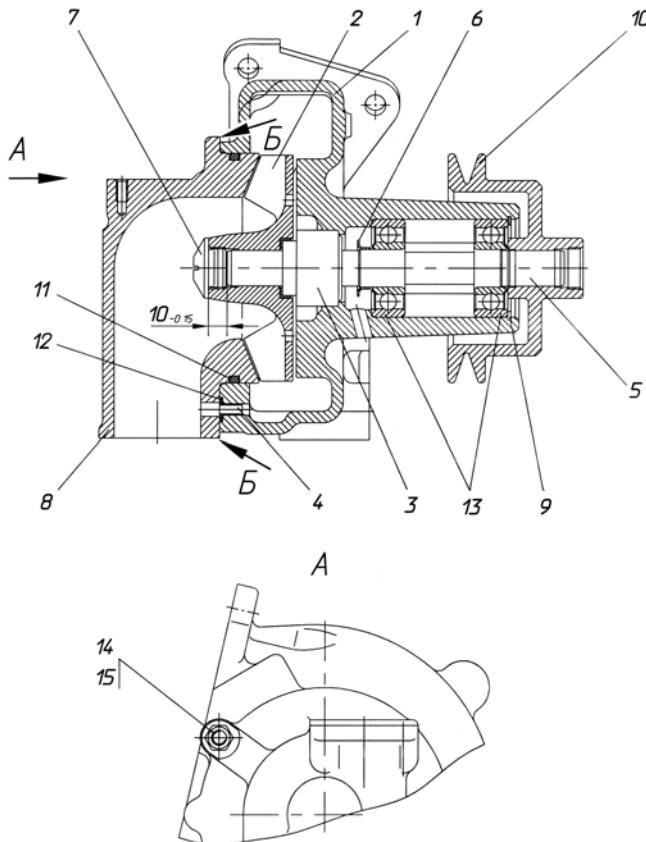

Рис. 13. Водяной насос:
5. Отвернуть гайки 14 (рис. 13) патрубка 8.
13. Выпрессовать из корпуса 1 вал 5 с водосбрасывателем 6 и подшипниками 13 (см. рис. 13).
2. Напрессовать на вал 5 (рис. 13) подшипники 13 и водосбрасыватель 6. При этом необходимо:
9. Напрессовать крыльчатку 2 в сборе с манжетой и уплотнительной втулкой на вал 5 (рис. 13). При этом необходимо:
- установить крыльчатку и в валу в размер  $10_{-0,15}$  мм (рис. 13) между торцом вала и торцом ступицы крыльчатки. Для этого необходимо при запрессовке установить на торец вала диск диаметром не более 13 мм и высотой  $10_{-0,15}$  мм.